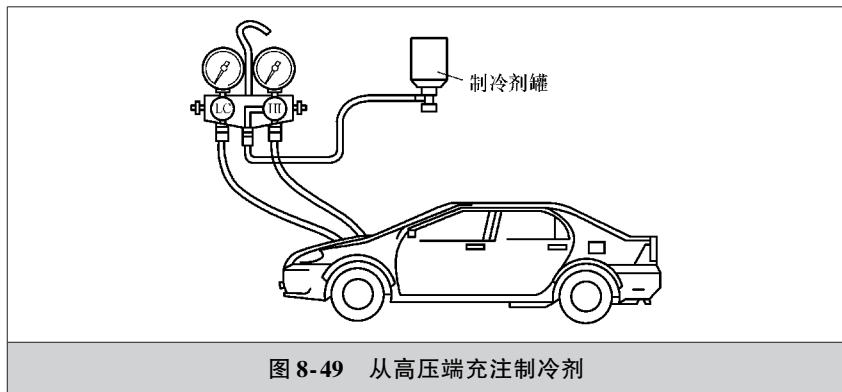

图 8-49 从高压端充注制冷剂
- 3) 打开高压端手动阀至全开位置, 如图 8-49 所示, 将制冷剂罐倒立, 以便从高压端充注液态制冷剂。